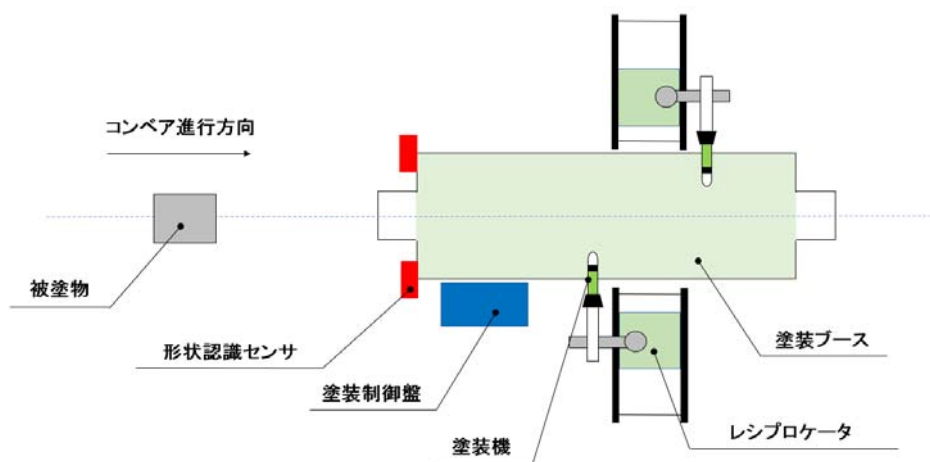

図2 新塗装システムの構成
3. 三次元形状認識による粉体自動塗装システムの構成（図2）